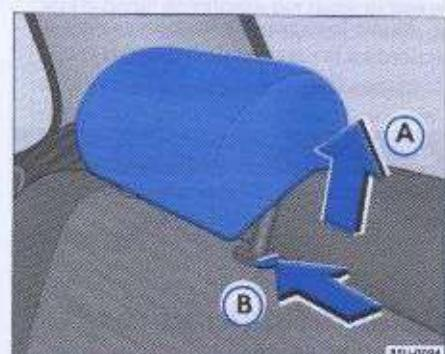

Fig. 78 Ajustar o remover los apoyos para cabeza traseros
- Desplace el apoyo para cabeza hacia arriba → fig. 78 A, hasta alcanzar la posición de uso → página 100 → △.
- Para volver el apoyo a la posición de reposo, presione la traba en el sentido de la flecha → fig. 78 B y empújelo hacia abajo.
- Presione la traba en el sentido de la flecha → fig. 78 B. Mantenga la traba presionada y, al mismo tiempo, tire del apoyo hacia afuera → △.